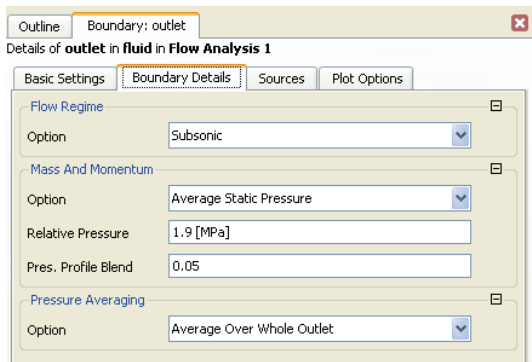

图 24-15 出口端流体参数
2) 在 Boundary Details 标签下, 设置 Mass and Momentum 下的 Option 为 Average Static Pressure, Relative Pressure 的值为 $1.9[\text{MPa}]$, 如图 24-15 所示, 单击 OK 按钮。